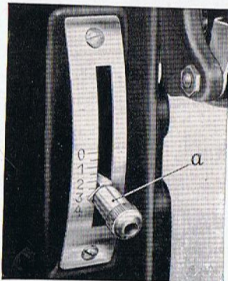

Abbildung 8
12. Einstellung der Stichlänge (Abb. 8)
Durch Betätigung des Stichtlängenstellhebels (a) Abb. 8 erfolgt das Vor- und Rückwärtsnähen mühelos ohne die Näharbeit zu unterbrechen oder den Blick vom Nähgut zu wenden. Von seiner Mittelstellung aus nach unten näht die Nähmaschine vorwärts, nach oben dagegen rückwärts. Für Nähte, die spitz zueinander verlaufen, brauchen Sie das Nähgut nicht umzudrehen, sondern können durch Bedienung des Stichtlängenstellhebels und geringer Veränderung der Nähgutlage sofort Ihre Arbeit weiterführen. Praktisch wenden Sie diese Methode beim Übernähen dünn gewordener Stoffteile an.